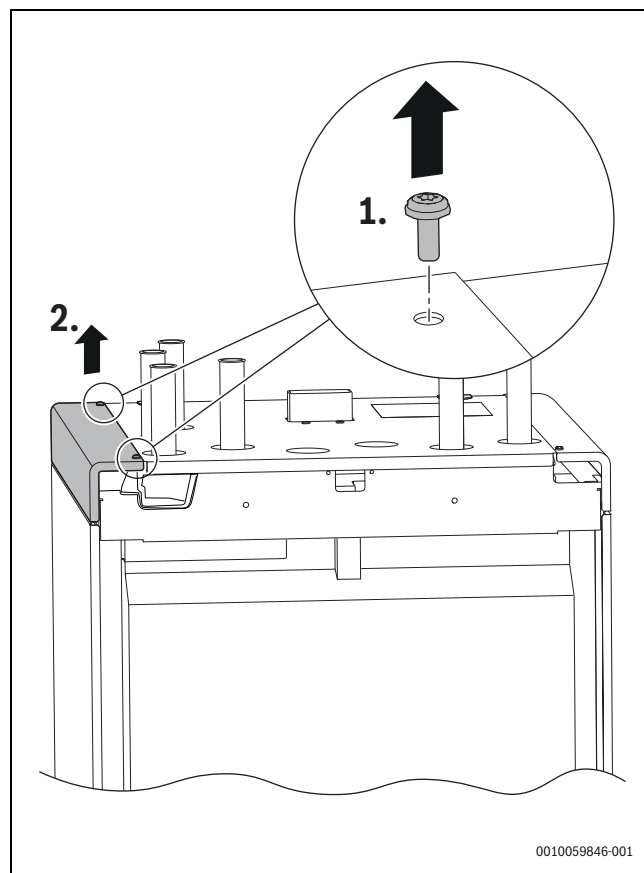

Bild 25 Rückansicht: Ecken mit Befestigungsschrauben
- ▶ Die beiden Befestigungsschrauben (→Bild 25,(1)) an der Ecke der Verkleidung lösen und die Ecke abnehmen.